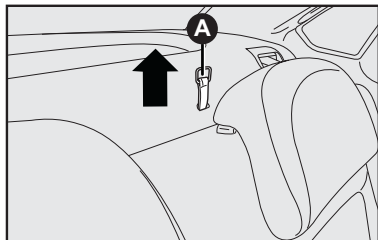

fig. 84
3) Desengatar o encosto, acionando os puxadores para cima (dois puxadores na cobertura do porta-malas) **A-fig. 84** no sentido da seta liberando o encosto do engate.